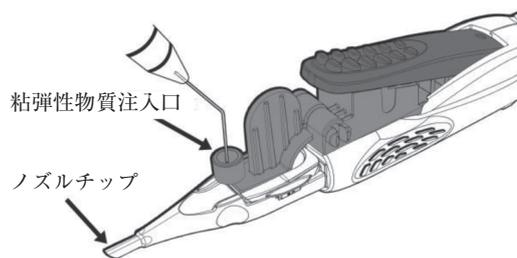

図1
- 粘弾性物質注入用カニューラを粘弾性物質注入口へ垂直に差し込む（図1）。
8. ノズルチップに達するまで粘弾性物質を充たす（約0.28mL）（図1）。